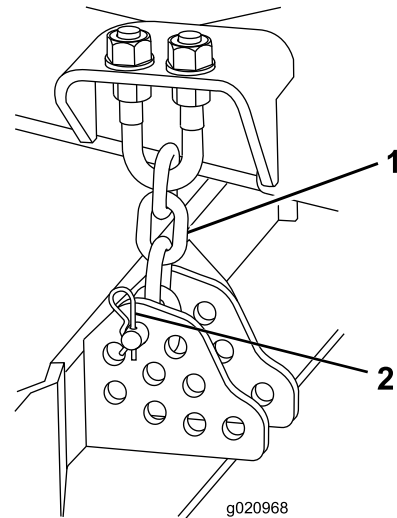

Figura 19
- Retire el pasador de horquilla y el pasador que fijan las cadenas de ajuste de la altura de corte a la parte trasera de la unidad de corte (Figura 19).